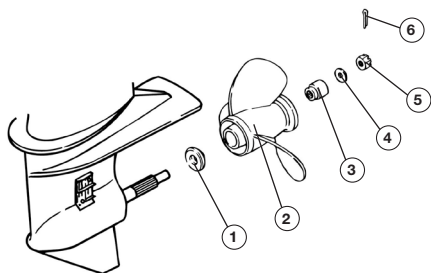

Рис. 59 Схема установки гребного винта
3. Открутите гайку 5 крепления винта и снимите шайбу 4 и втулку 3 (Рис. 59).
4. Сдвиньте и снимите гребной винт 2 с вала (Рис. 59).
5. Снимите с вала упорную шайбу 1 (Рис. 59).
2. Установите на вал упорную шайбу 1, гребной винт 2, втулку 3 и шайбу 4. Накрутите гайку 5 крепления гребного винта (Рис. 59).
4. Зафиксируйте гайку гребного винта с помощью шплинта 6 (Рис. 59), концы шплинта разогните.